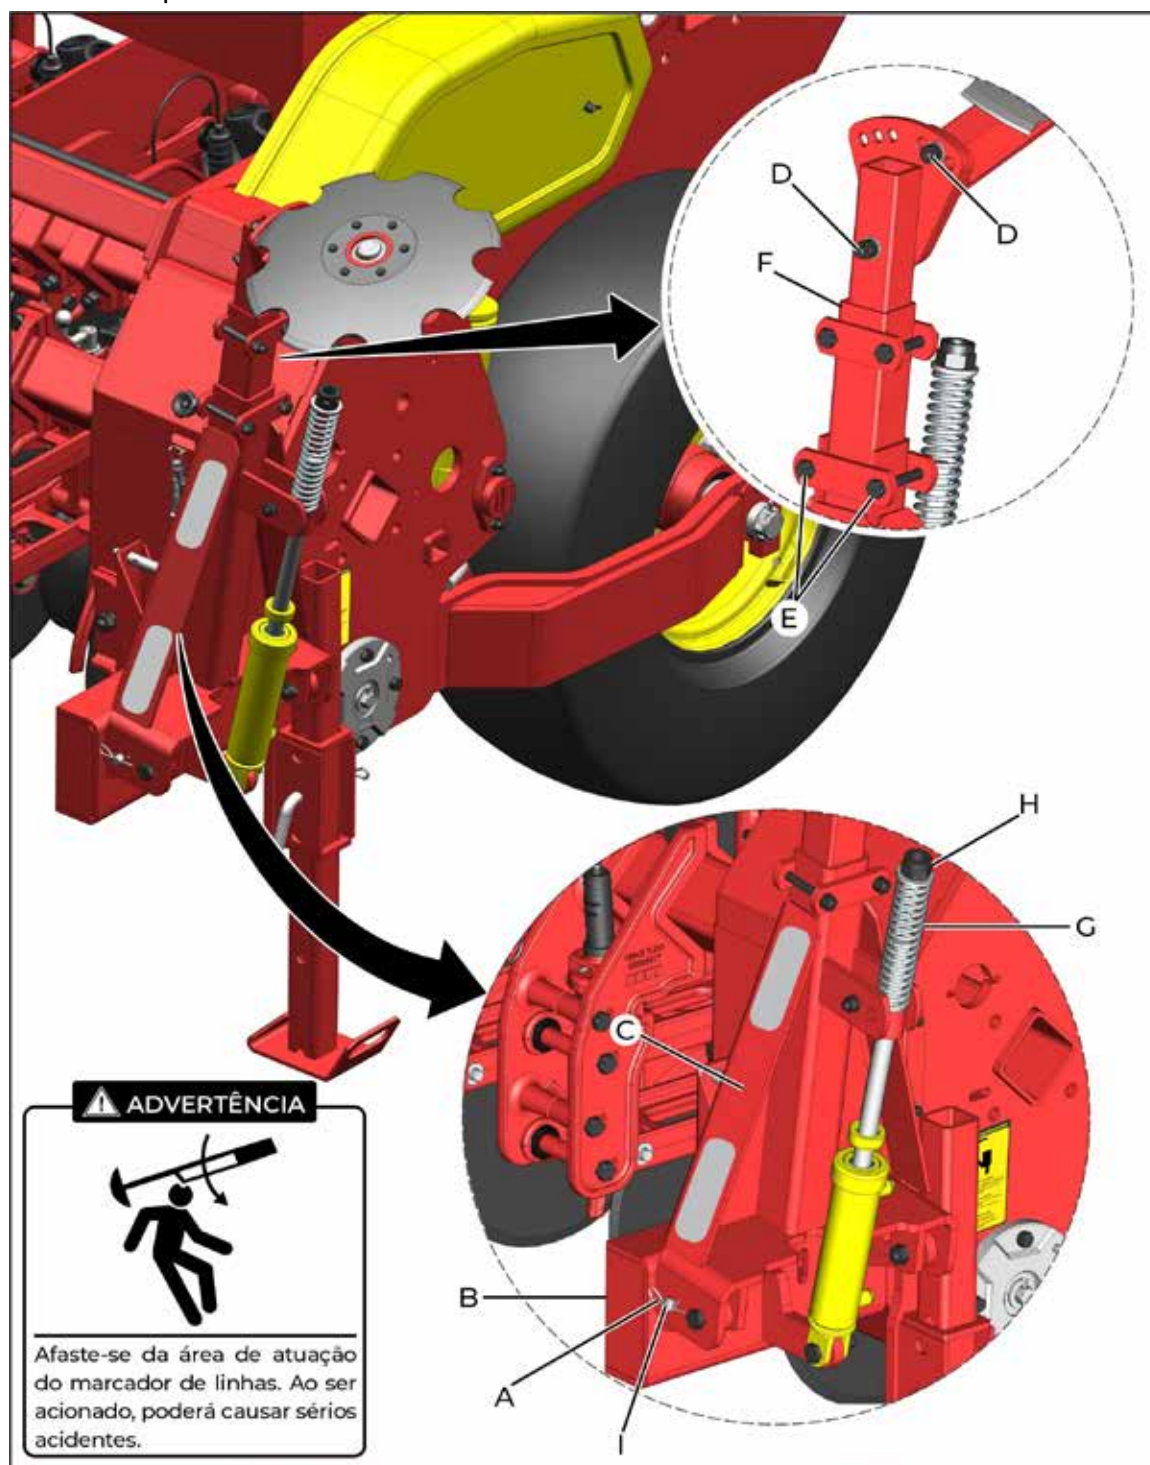

fig. 37
Ao iniciar a operação de plantio, retire o pino trava (A) e o pino (I) (fig. 37), do marcador (B), liberando do suporte (C).